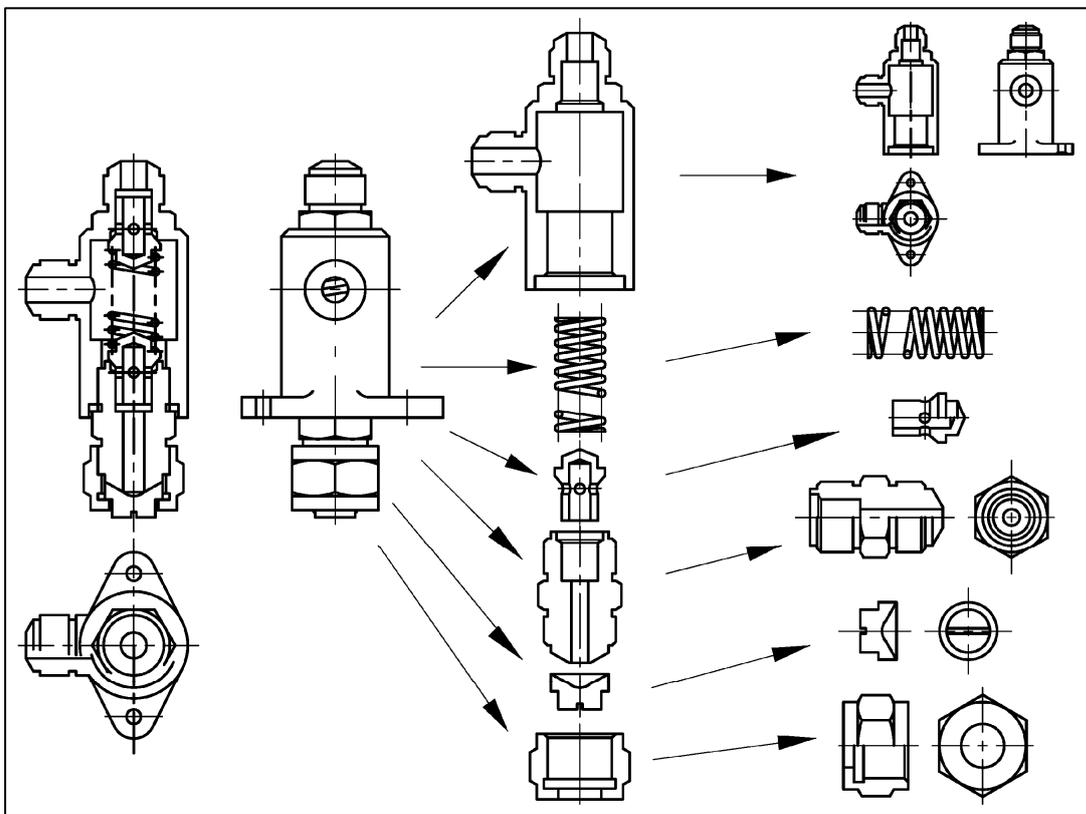

Рис. 7.3. Разделение сборочной единицы на составные части
2.3. Прочитать пояснительный текст на чертеже (рис. 7.2), внимательно изучить все виды, разрезы, сечения, представленные на сборочном чертеже, после чего мысленно разбить узел на отдельные детали, входящие в сборку (рис. 7.3). На листе бумаги начертить эскиз детали, чертеж которой будет выполняться на компьютере. Для правильного понимания формы деталей необходимо мысленно объединить все имеющиеся на чертеже изображения, при этом детали следует рассматривать как сочетание простых геометрических тел (цилиндр, призма и т. п.).